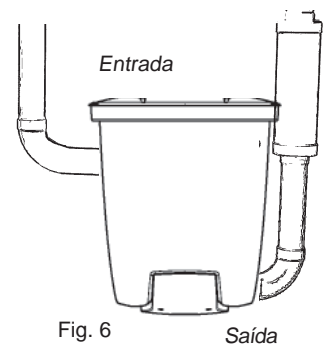

Fig. 6
5. Coloque o tampão de caixilho na tomada de saída anteriormente ocupada pela tomada do tubo de aspiração. Utilize os quatro parafusos para mantê-la no sítio. O tubo de saída tem de ser aplicado à parede de modo firme, de modo a garantir que a ligação à tomada não se solta. Lembre-se de que terá de conseguir rodar o tubo dobrado em várias direcções para garantir uma configuração de tubo adequada. Depois, ligue o tubo de saída e o silenciador, Fig. 6. Coloque o aspirador central de modo a que o tubo de saída seja tão curto quanto possível, no máx. 10 metros. Leve em consideração o ambiente circundante quando posicionar a saída. Por esse motivo, deve aplicar sempre um silenciador.